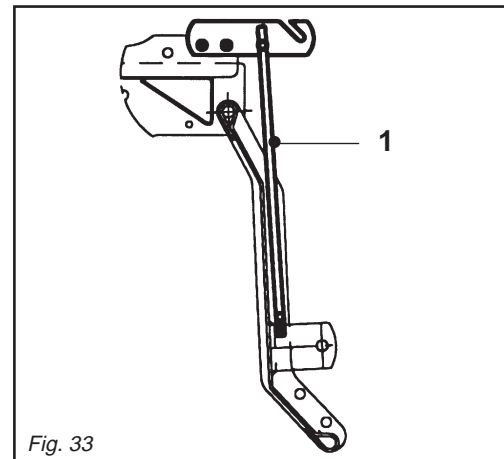

Fig. 33
- 4) **Per mod. AL:** L'asta (1 Fig. 33), va posizionata come in figura per il parcheggio della macchina.
- 4) **For model AL:** the rod (1 Fig. 33) should be positioned as shown in the figure when parking the machine.
- 4) **Für Mod. AL:** Die Stange (1 Abb. 33) ist so anzuordnen, wie in der Abbildung für das Abstellen der Maschine gezeigt ist.
- 4) **Pour mod. AL:** Pour stationner la machine la barre (1 Fig. 33) doit être positionnée comme indiqué dans la figure.
- 4) **Para mod. AL:** La barra (1 Fig. 33) debe ser posicionada como se ve en la figura para el estacionamiento de la máquina.